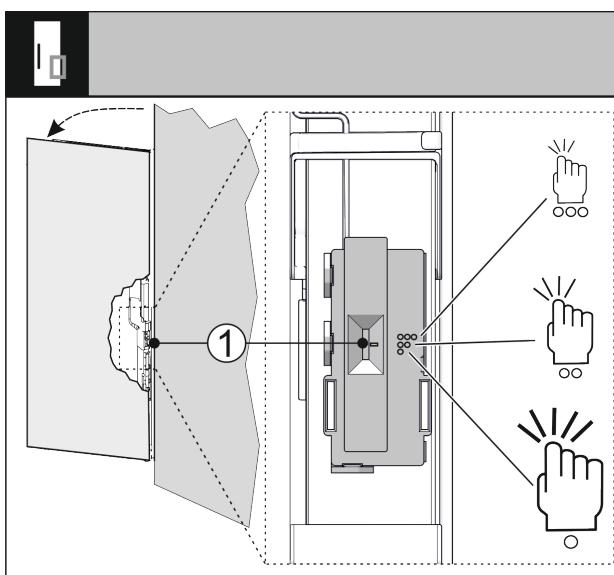

Fig. 32
Sie können die Empfindlichkeit des Klopfsignals über einen Schalter Fig. 32 (1) einstellen. Der Schalter ist scharnierseitig am unteren Drittel der Tür.
- Schalter Fig. 32 (1) auf gewünschte Schalterstellung schieben.